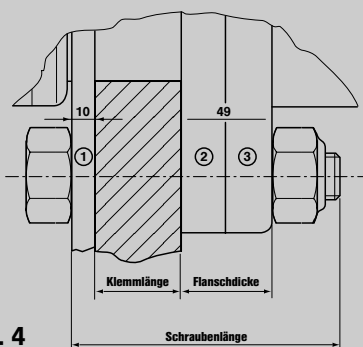

Abb. 4
- Befestigungslager (11) von innen auf die Traverse (T), Stützplatte (12) von außen auf die Traverse (T) mit 2 der 4 Befestigungsschrauben (Größe und Qualität s. u. und Abb. 4) vorfixieren
- Federkappe (13) mit Innenwölbung zur Gummifeder (14) auf das Befestigungslager (11) setzen
- Körper mit Zugstange (15) und Gummifeder (14) in das Befestigungslager (11) schieben:
- Federkappe (10) mit Innenwölbung zur Gummifeder (9) auf das Befestigungslager (11) montieren
- Gummifeder (9) auf die Zugstange (15) schieben
- Druckscheibe (8) mit Innenwölbung zur Gummifeder (9) aufschieben
Größe der Schrauben und Muttern s. Tabelle, Ermittlung der benötigten Schraubenlänge s. Abb. 4
Klemmlänge (s. Abb. 4)